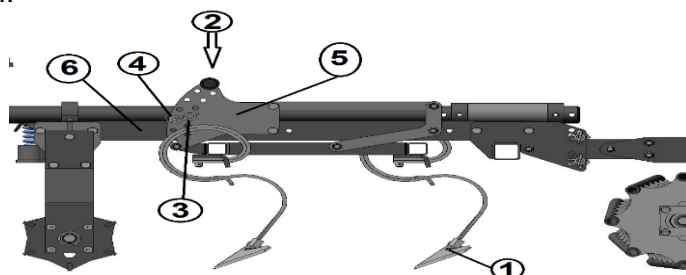

Рис. 6.22
Рабочая глубина зубьев (1) настраивается с помощью установочного устройства (2) рис. 6.22 в следующей последовательности: